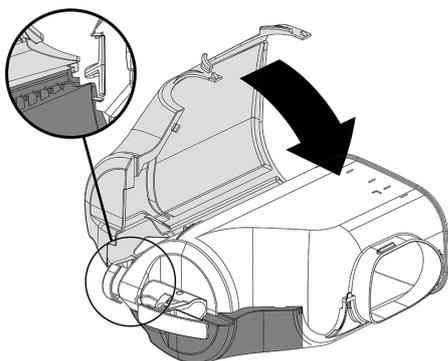
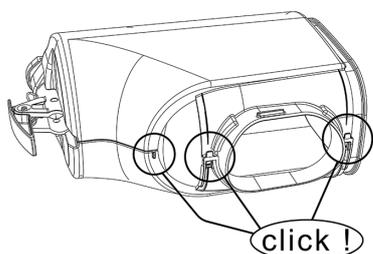

figura 7
figura 8
**2** Posizionare la parte sinistra del recover, facendo attenzione a far combaciare l'incastro evidenziato. Chiudere ora a scatto le due parti. (vedere figura 7)(vedere figura 8).